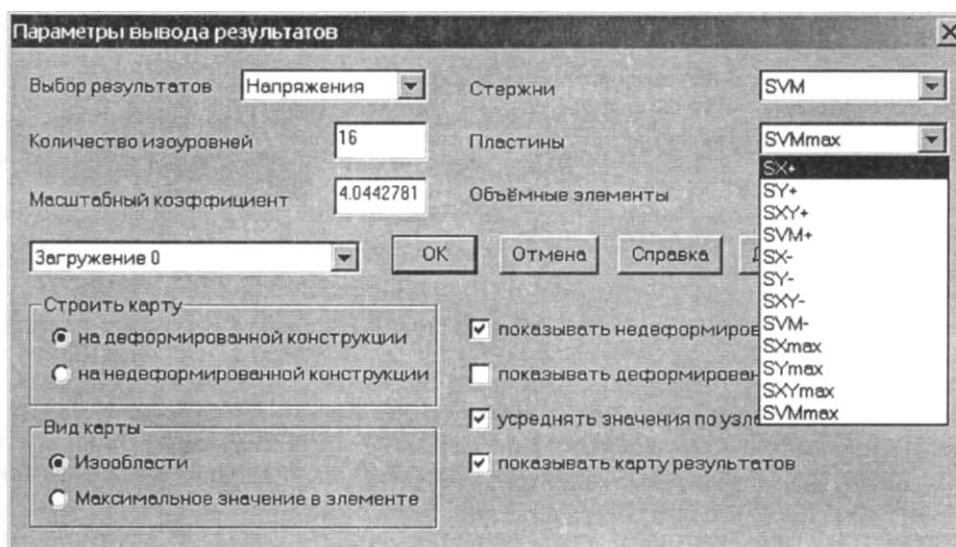

Рисунок 22 – Параметры результатов вывода
1. Просмотр особенностей карты результатов расчета параметров пластин. Выбираем в меню **Результаты** пункт **Карта результатов**, что приводит к появлению диалогового окна **Параметры вывода результатов**. Это диалоговое окно может быть развернуто нажатием кнопки **Дополнительно** (рисунок 22).